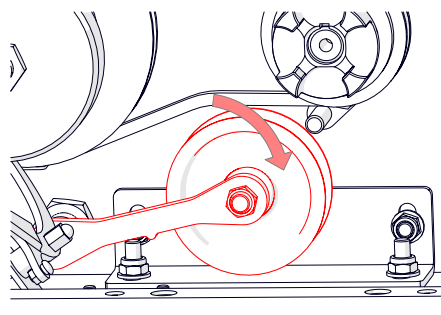

Fig.17H - Réglez la poulie pour éviter un contact avec la courroie lorsqu'elle est désengagée.
10. Réglez la poulie de manière à ce que, quand le levier de l'entraînement est en position désengagée, il repose sur le support (Fig.17H), en évitant autant que possible le contact avec la courroie.